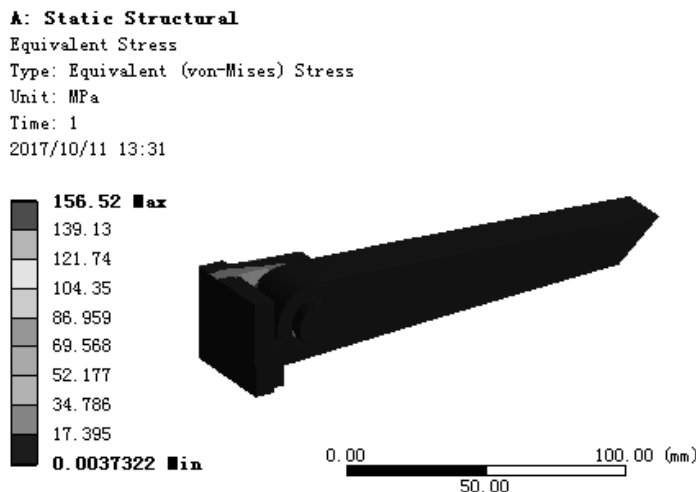

图 7.6.73 应力结果图解
(1) 求解分析。在顶部工具栏中单击  **Solve** 按钮求解分析。
(2) 查看应力结果图解。在“Outline”窗口中选中  **Equivalent Stress**，查看图 7.6.73 所示的总应力结果，其最小应力为 0.0037322 MPa，其最大应力为 156.52 MPa。